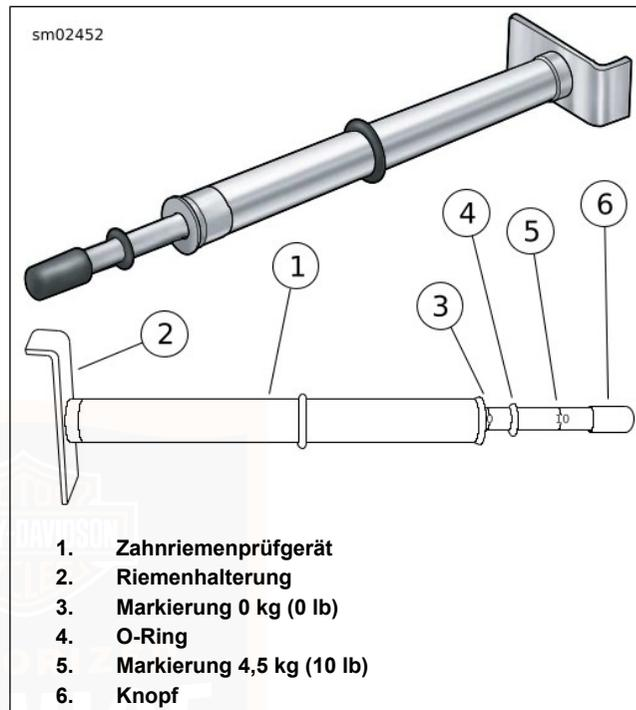
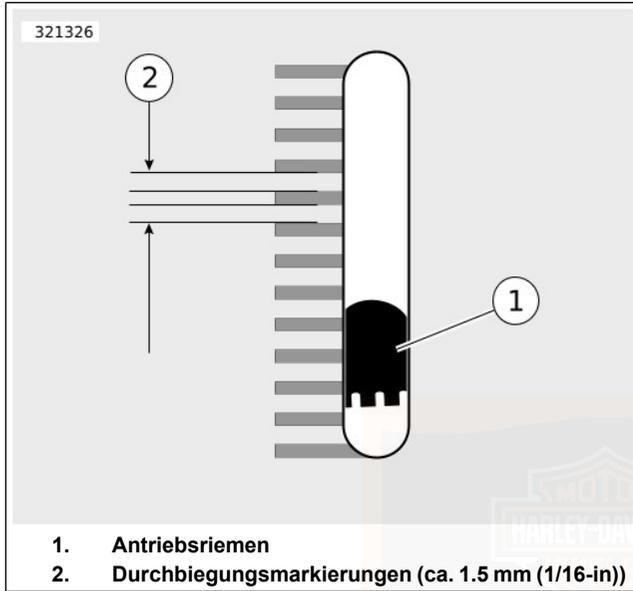

Abbildung 58. Zahnriemenprüfgerät
Abbildung 59. Sichtfenster der Riemendurchbiegung
3. Siehe Abbildung 58. Messung der Riemendurchbiegung mit ZAHNRIEMENPRÜFGERÄT (TEILE-NR.: HD-35381-A):
- a. Den O-Ring (4) zur Null-Markierung (3) schieben.
- b. **Modelle mit Rahmendurchbiegungs-Sichtfenster:** Die Riemenhalterung (2) in einer Linie mit dem Riemendurchbiegungs-Sichtfenster an den unteren Teil des Antriebsriemens anlegen.
- c. **Alle anderen Modelle:** Die Riemenhalterung (2) gegen die Unterseite des Antriebsriemens auf halbem Wege zwischen den Antriebsriemenscheiben anordnen.
- d. Den Knopf (6) nach oben drücken, bis der O-Ring nach unten auf die Markierung 4,54 kg (10 lb) (5) rutscht; dort festhalten.
- a. **Modelle mit Riemendurchbiegungs-Sichtfenster:** Siehe Abbildung 59. Die Riemendurchbiegung durch das Riemendurchbiegungs-Sichtfenster messen und dabei das Prüfgerät ruhig halten. Jede Durchbiegungseinteilung entspricht ungefähr 1,6 mm (1/16 in).